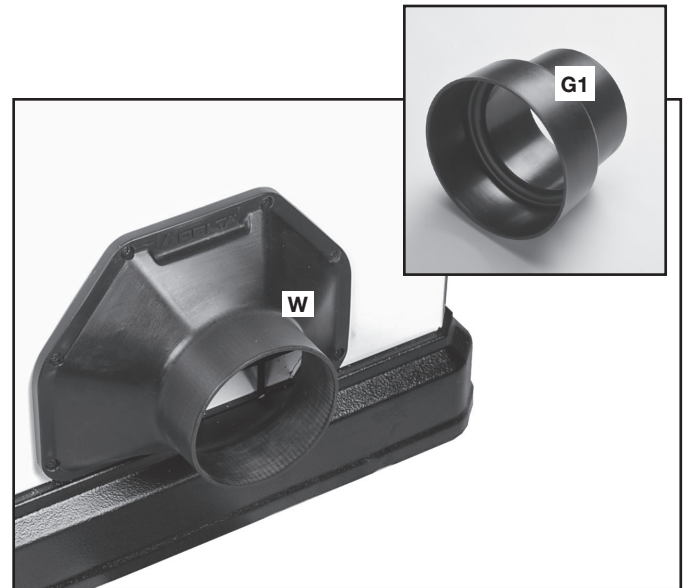

FIG. 18
La Unisaw viene con un adaptador de la manguera para polvo de 127 mm (5 pulg.) (W), Fig. 18, instalado. También viene incluido un reductor del orificio para recolección de polvo de 127 mm a 102 mm (5 a 4 pulg.) (G1).
Para instalar el reductor del orificio para la recolección de polvo, deslice con firmeza el reductor (G1), Fig. 18, sobre el adaptador de la manguera para polvo (W).